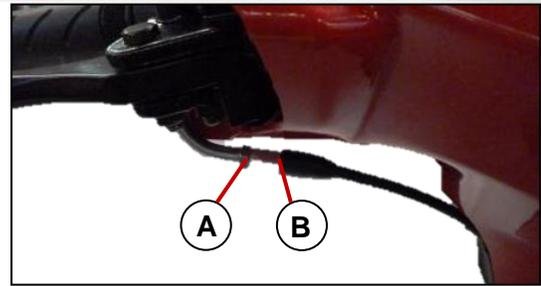

Fig. 8.49
- Suelte la tuerca de ajuste [A] y mueva el ajustador [B] hasta que obtenga el juego libre especificado. **Fig. 8.49**